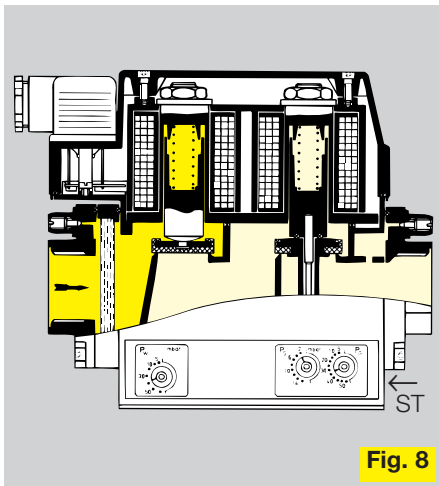
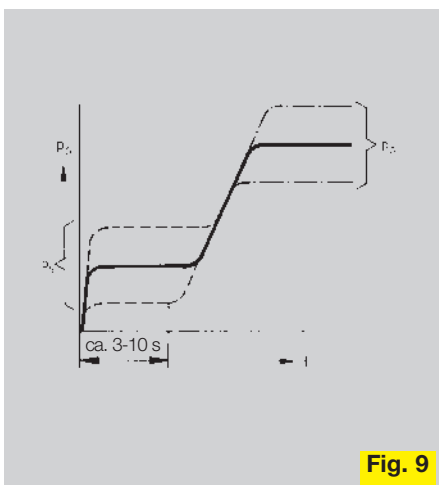

Fig. 8
Fig. 9
der Druckregler durch Lösen einer Verschlußschraube (ST) in Startgasstellung gehalten werden (Fig. 8). Nach Feineinstellung Verschlußschraube wieder festziehen. Nach ca. 3 - 10 s Haltezeit gedämpfter Druckanstieg von  $p_S$  auf  $p_G$  (Fig. 9).
coil(s), valves 1 and 2 open. For the adjustment of the start gas pressure, the governor can be kept in the start gas position by loosening the screw plug (ST) (Fig. 8). Following the precision adjustment retighten screw plug. After approx. 3 to 10 s damped pressure increase from  $p_S$  to  $p_G$  (Fig. 9).
в стартовом положении при ослаблении резьбовой заглушки (ST) (Fig. 8). После точной регулировки снова завернуть заглушку. Через примерно 3 - 10 с выдержки происходит плавное повышение давления с  $p_S$  до  $p_G$  (Fig. 9).